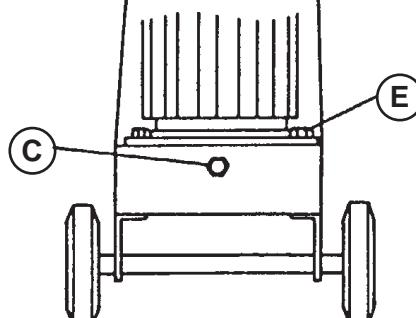

FIG. 8
För att byta ut drivremmen eller spänna den, behöver du bara lossa på de bultar (E) som håller fast motorn mot chassit och vrida spännskruven © åt höger för att spänna eller åt vänster för att lossa på remmen (SE FIG. 8). (Spänningen kontrollerar du genom en lucka under chassit när maskinen är urkopplad från nätspänningen).